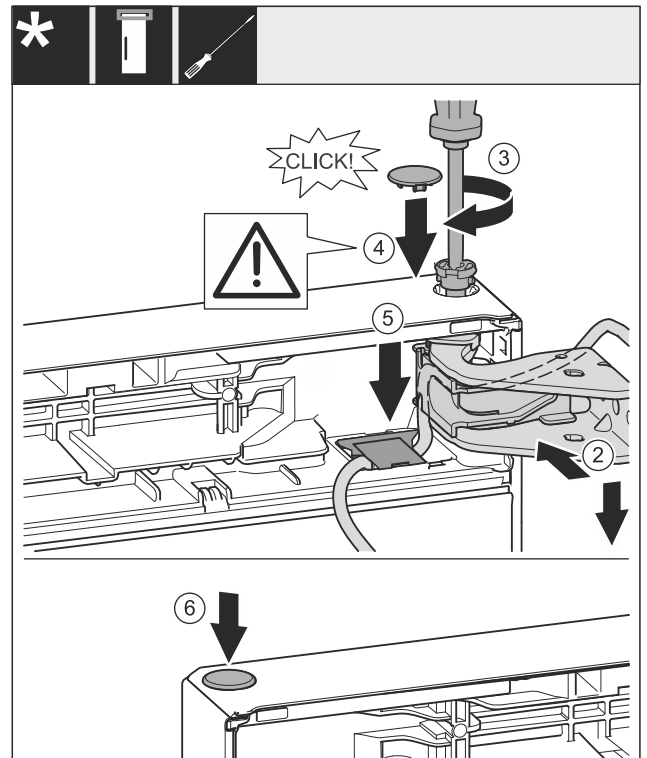

Fig. 31
- ▶ Вирівняйте дверцята зверху по отвору в опорному кронштейні. Fig. 31 (2)
- ▶ Вставте палець та закрутіть за допомогою викрутки T15. Fig. 31 (3)
- ▶ Встановіть захисну кришку для захисту дверцят: вставте захисну кришку і проконтролюйте, щоб вона прилягала до дверцят. Якщо це не так, повністю вставте палець. Fig. 31 (4)
- ▶ Вставте кришку і натисніть на неї до клацання. Fig. 31 (5)
- ▶ Вставте пробку. Fig. 31 (6)